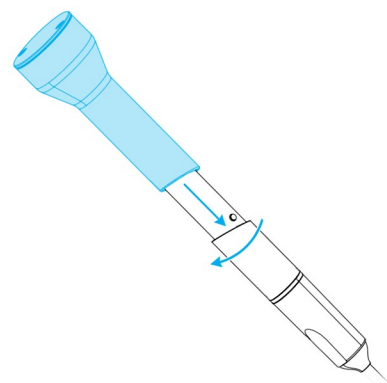

Figura 10: Uso da anilha da verificação de integridade
3. Coloque a anilha de verificação de integridade na peça de mão e gire-a em sentido horário para travá-la na posição (*consulte Figura 10: Uso da anilha da verificação de integridade, p. 37*):